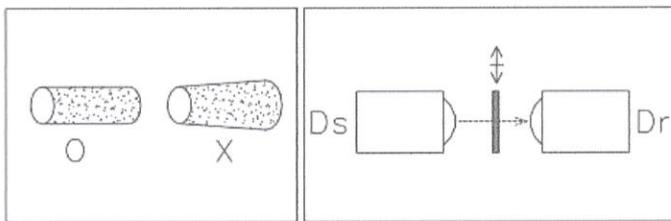

Figura 5-1
3. Chequee que la diferencia de longitud de la parte izquierda y derecha de la manga de lijado debe ser menor de 1/4". Si supera este valor, por favor reemplace con una manga de lijado en buen estado (Figura 5-1).